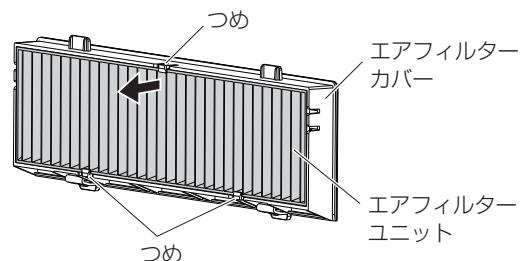

図2
- エアフィルターユニットは3か所のつめで固定されています。その内の1か所つめがある側のひだをつまみ、エアフィルターカバーから取り出してください。（図2）